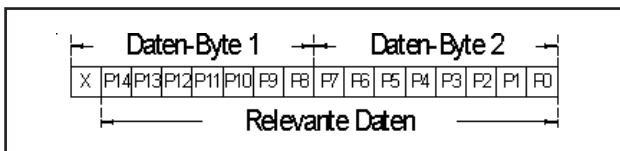
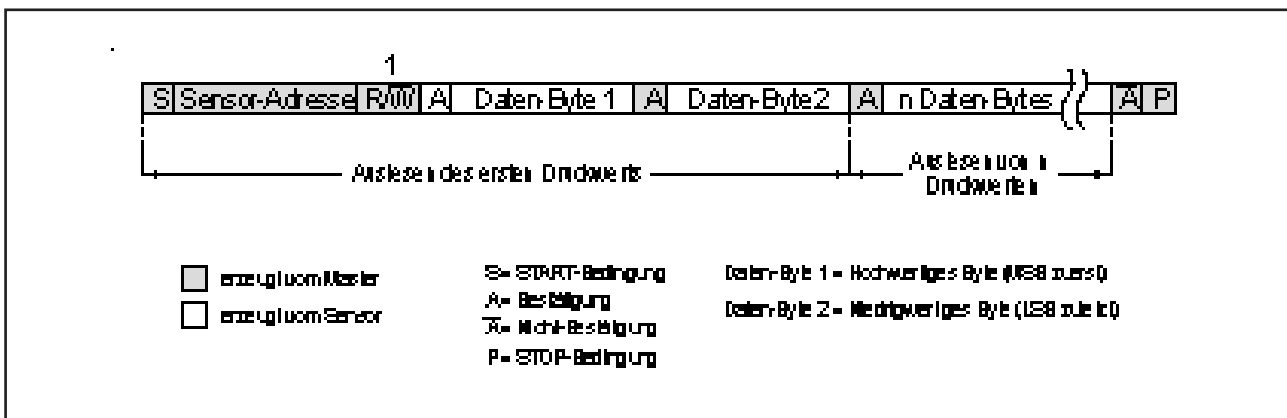

Bild 10: Druckwert als 15-Bit-Information
Bild 9: I²C-Bus-Auslesevorgang von digitalen Druckwerten
Um einen Auslesevorgang zu starten, sendet der Master nach der START-Bedingung die entsprechende Sensoradresse (entweder 0x1111000bin oder die kundenspezifisch festgelegte Adresse) gefolgt von einem Lesebefehl (R/W=1) (siehe Bild 9). Nach der Bestätigung des Datenempfangs (A) durch den Sensor wird der Master zum Empfänger und der Drucksensor zum Sender. Der Sensor sendet nun 2 Daten-Bytes mit dem aktuell gemessenen Druckwert als 15-Bit-Information (siehe Bild 10). Der Master muss nach dem ersten Byte eine Bestätigung senden und kann den Auslesevorgang nach dem zweiten Byte durch eine STOP-Bedingung beenden. Er hat jedoch genauso die Möglichkeit, kontinuierlich weitere Druckwerte auszulesen. Hierzu muss der Master nach dem letzten übertragenen Byte eine weitere Bestätigung senden. Der Drucksensor fährt dann mit dem Senden aktueller Werte fort.